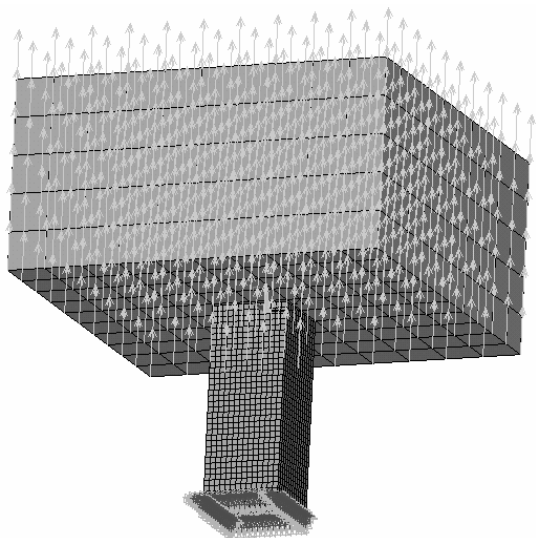

图 6-31 模型显示出载荷及边界条件
(2) 在该窗口“Load Labels”后的方框中选择“ACLY”，在“Component name or PART number:”后选择“ABC”，在“Parameter name for time values:”后选择“TIME”，在“Parameter name for data values:”后选择“ACCY”，然后单击“OK”按钮。图形中的模型显示出载荷及边界条件（见图 6-31）。